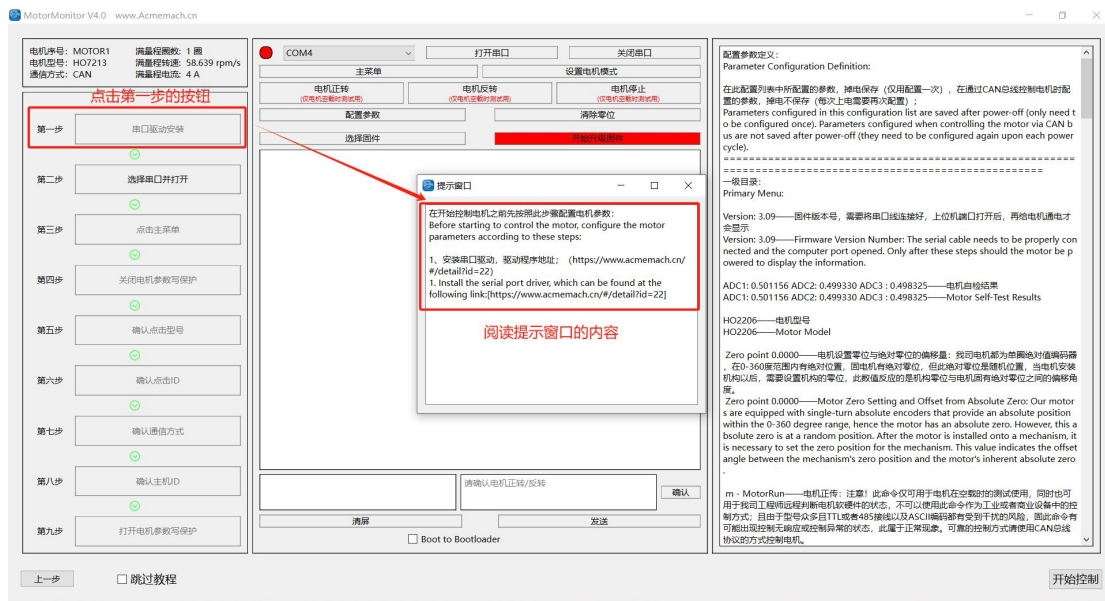
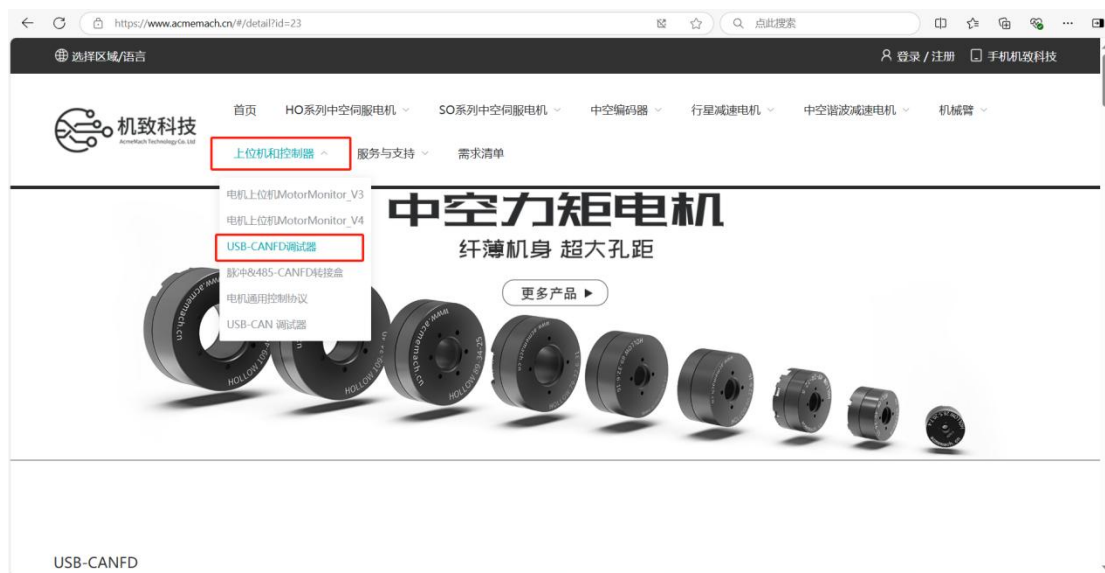

图 1-8
图 1-9
1. 点击按钮“串口驱动安装”。可按照窗口的提示（如图 1-8 所示），跳转到本公司的官方网址，在“上位机和中控器”下选择“USB-CANFD 调试器”（如图 1-9 所示），下载 CP210x_Universal_Windows_Driver(串口驱动)固件。